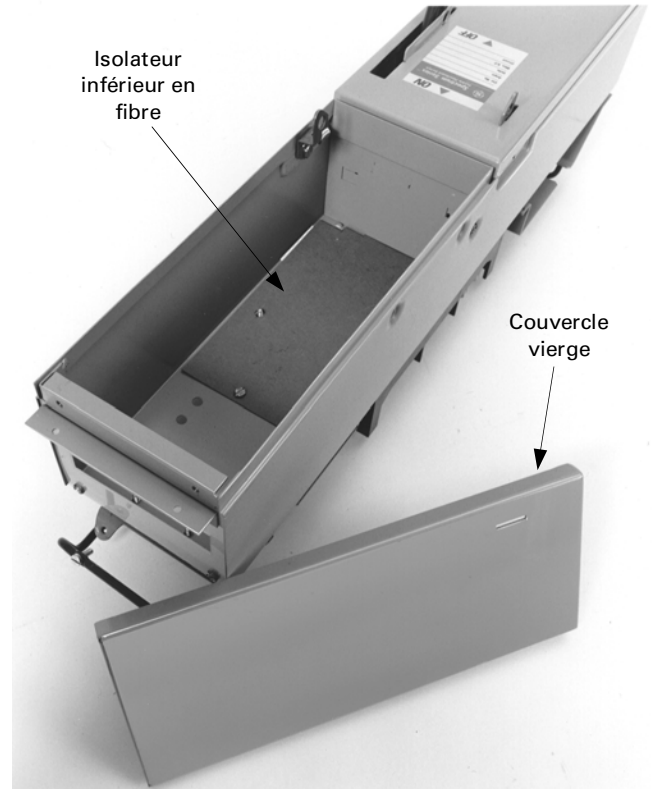

Figure 2. Pour retirer le couvercle vierge et l'isolateur inférieur.
2. **Préparer le boîtier.** Retirer et mettre de côté le couvercle vierge et l'isolateur inférieur du dispositif, comme montré à la Figure 2.